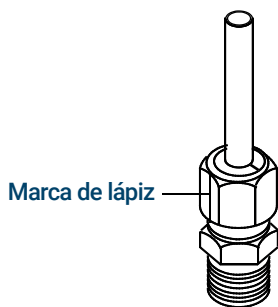

Figura 55. Marque la conexión
- 7 Marque la tuerca con un lápiz. Consulte la sección **Figura 55**.